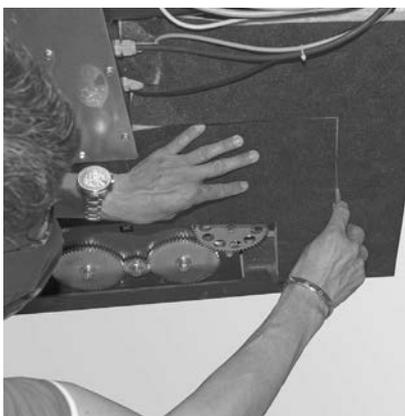

Fig. 48 Ritagliare l'isolamento
- Ritagliare con cautela l'isolamento in basso in corrispondenza dell'apertura per la pulizia – Fig. 48.